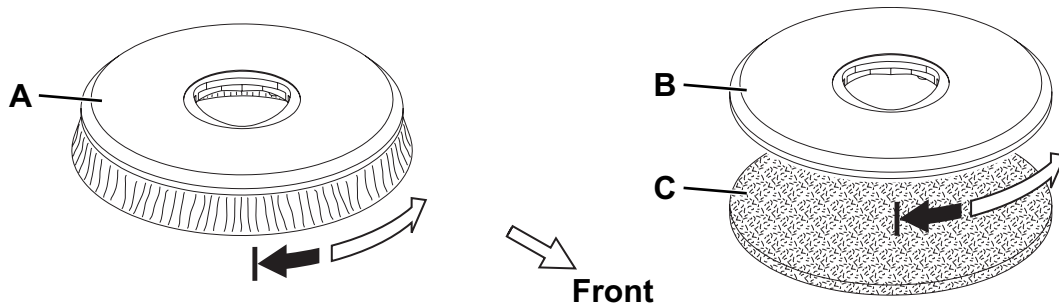

Figure 3
Selon le type de sol à nettoyer, il est possible d'installer la brosse (A, Fig. 3) ou le plateau support disque (B et C).
2. Soulever la tête porte-brosse / plateau support disque (13) en faisant levier sur le guidon (2).
3. Positionner la brosse (A, Fig. 3) ou le plateau support disque (B avec C) sous la tête.
4. Baisser la tête (13) au moyen du guidon (2).
5. Appuyer sur le bouton-poussoir (41) pour démarrer la machine.
6. Appuyer sur le bouton-poussoir (47) pendant quelques secondes pour obtenir l'accrochage de la brosse / plateau support disque au moyeu de la tête (13). Si besoin est, répéter la procédure jusqu'à l'accrochage de la brosse / plateau support disque.